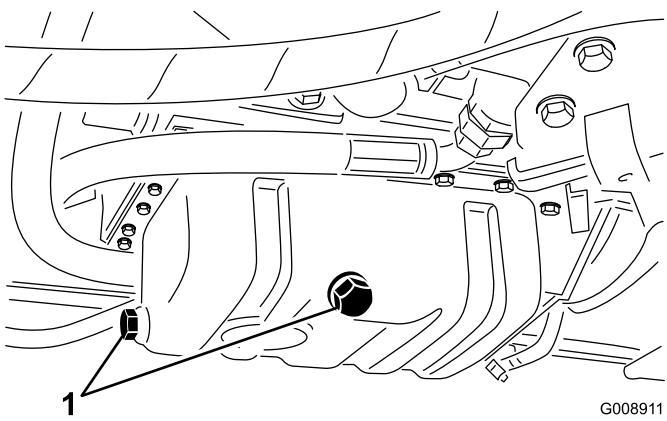

Bild 58
1. Entfernen Sie eine Ablassschraube (Bild 58) und lassen das Öl in eine Auffangwanne ablaufen; setzen Sie die Schraube ein, wenn kein Öl mehr ausläuft.